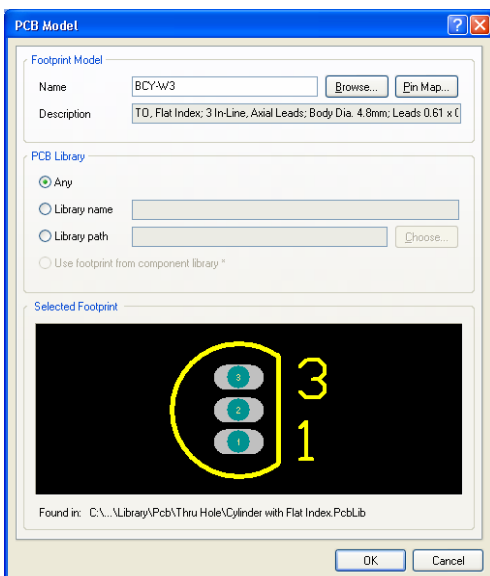

図 17 PCB モデルを回路図コンポーネントにアサイン
9. **OK** をクリックしてモデルを追加します。ワークスペース下部に **Model** 画面が表示されます。図 17